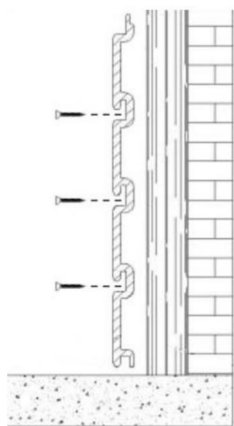
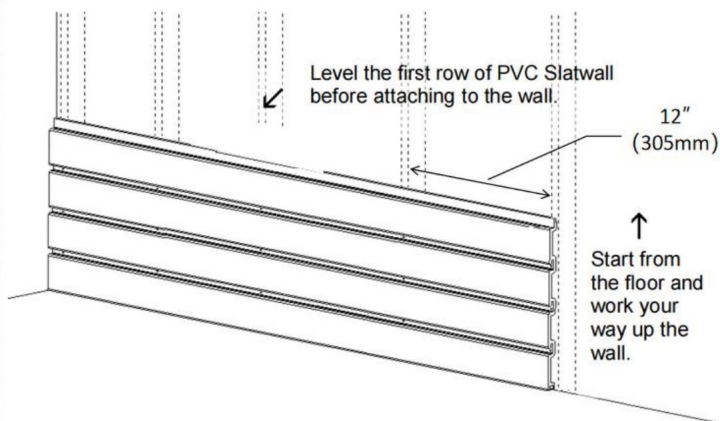

Figura 2
Figura 3
2. Si consiglia di installare le strisce di legno sulla parete a intervalli di 12" (305 mm). Quindi installare le viti nelle fessure dei pannelli della parete, come mostrato nella Figura 2 e nella Figura 3. Assicurarsi di livellare lo Slatwall prima di avvitare nei montanti di legno. Avvitare il pannello dello Slatwall, la coppia di serraggio del trapano elettrico è consigliata 18-38 NM.
2. Se recomienda instalar las tiras de madera en la pared a intervalos de 12" (305 mm). Luego, instale los tornillos en las ranuras de los paneles de la pared, como se muestra en la Figura 2 y la Figura 3. Asegúrese de nivelar el panel de listones antes de atornillarlos en los montantes de madera. Atornille el panel de listones; se recomienda un torque de taladro eléctrico de 18-38 NM.